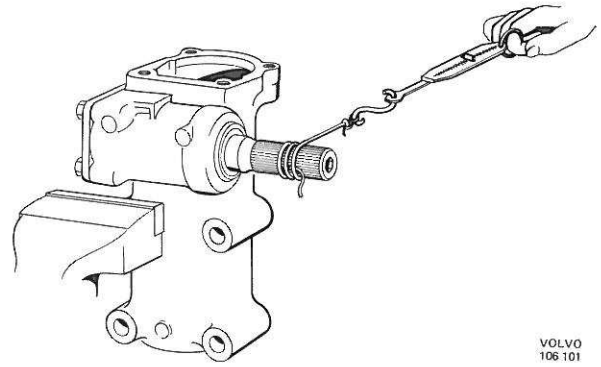
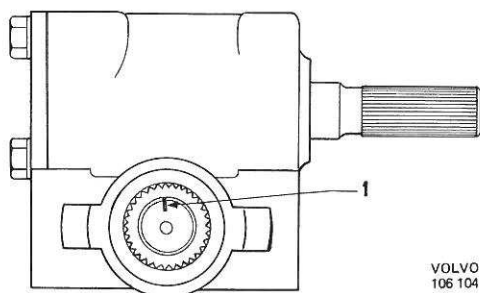
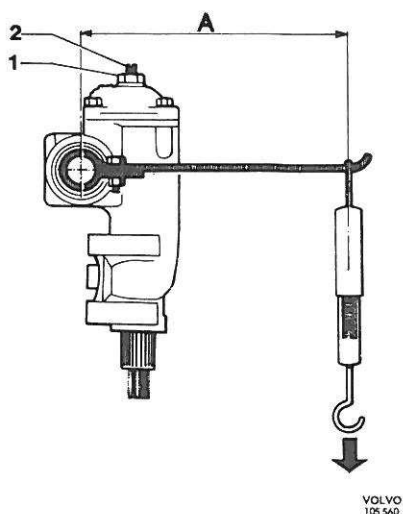

Figure 80. Contrôle de l'ajustement des roulements.
Figure 82. Position centrale
Figure 83 Contrôle du couple de rotation, vis-galet
2. Placer le mécanisme de direction en position centrale (figure 82). Enlever les quatre vis (1, figure 55) du couvercle (6). Retirer légèrement vers le haut le couvercle et l'axe porte-galet et vider l'huile. Enlever le couvercle et l'axe porte-galet.
3. Enlever les vis du couvercle inférieur (19). Récupérer les cales (22).
4. Frapper légèrement sur l'axe de la vis sans fin de direction (10) afin de détacher les bagues extérieures du roulement inférieur du boîtier. Sortir la vis sans fin de direction et le roulement.
3. Remettre en place la vis sans fin de direction en veillant à ne pas endommager le joint d'étanchéité. Fixer le boîtier dans un étau de manière à placer la vis sans fin de direction horizontalement. Remonter le couvercle inférieur et la rondelle, ainsi que des cales de réglage ayant la même épaisseur que lors du démontage. Bien serrer le couvercle tout en vérifiant que la vis sans fin de direction arrive à tourner aisément toutefois sans jeu. En cas d'ajustement correct des roulements, il faudra un couple de 0,1–0,25 Nm (1–2,5 cm. kg) pour pouvoir pivoter la vis de direction. La mesure de ce couple se fait avec un dynamomètre comme indiqué sur la figure 80. Le dynamomètre doit donner une indication de 10–25 N (1–2,5 kg). Dans le cas contraire, il faudra faire un réglage en variant l'épaisseur des cales.
7. Placer le mécanisme de direction en position centrale (figure 82). Visser la vis de réglage jusqu'à ce que l'on sente une résistance nette lorsqu'on essaie de dépasser la position centrale. Le réglage de ce "point dur" peut être mesuré de différentes manières. Si l'on fait la mesure avec une ficelle et un dynamomètre (figure 80), ce dernier doit donner une indication de 8–14 kg lorsqu'on tourne la vis sans fin de direction au-delà de la position centrale. En cas d'emploi d'un levier et d'un dynamomètre comme indiqué sur la figure 83, le dynamomètre doit donner une indication